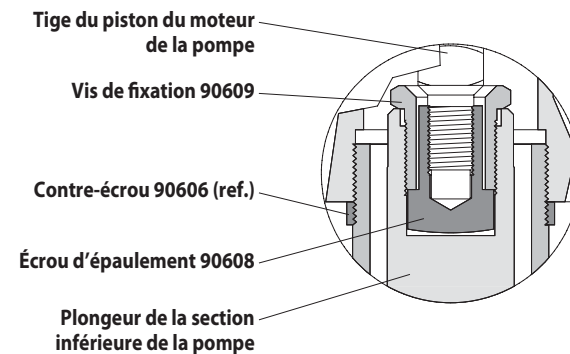

Figure 2
1. Desserrer le contre-écrou (90606) et dévisser toute la pompe du moteur pneumatique. Cela aura pour effet d'exposer la vis de fixation (90609) (voir la figure 2).
1. Faire glisser la vis de fixation (90609) sur la tige du moteur pneumatique (voir la figure 2).